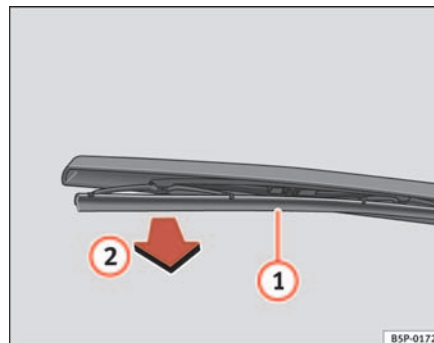

Fig. 167 Sostituzione della spazzola del tergilunotto
- Sollevare la racchetta del tergilunotto dal lunotto ⇒ **fig. 167**.
- Sbloccare la spazzola **1** e tirare **2** ⇒ **fig. 167**.